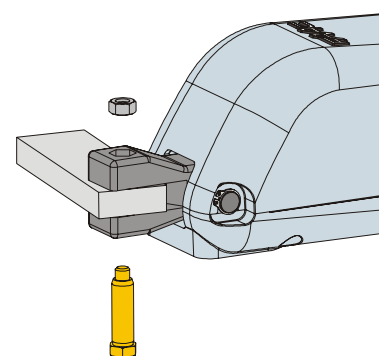

Fig. 12
5) Fissare l'operatore alla staffa posteriore tramite i perni in dotazione come indicato in Fig.12.